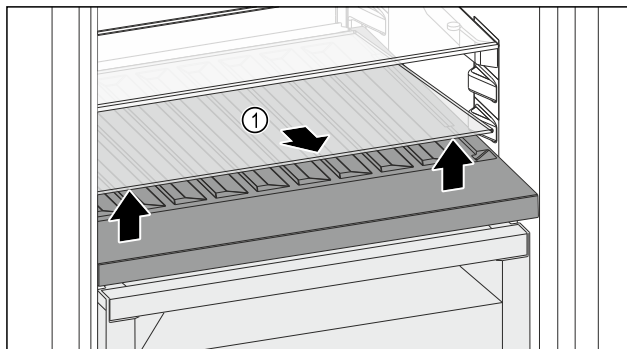

Fig. 141
- ▶ Glasplaat Fig. 141 (1) bij de uitsparing aan de voorzijde optillen en verwijderen.
- ▶ Glasplaat Fig. 141 (1) goed bewaren buiten het apparaat.